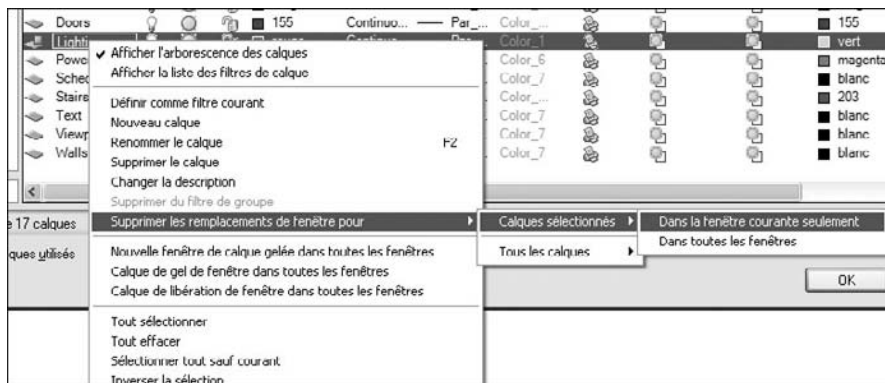

Fig.2.18
- 4 Cliquez sur **Supprimer les remplacements de fenêtre** pour (Remove Viewport Overrides for) puis **Calques sélectionnés** (Selected Layers) puis **Dans la fenêtre courante seulement** (In Current Viewport only) (fig.2.18).